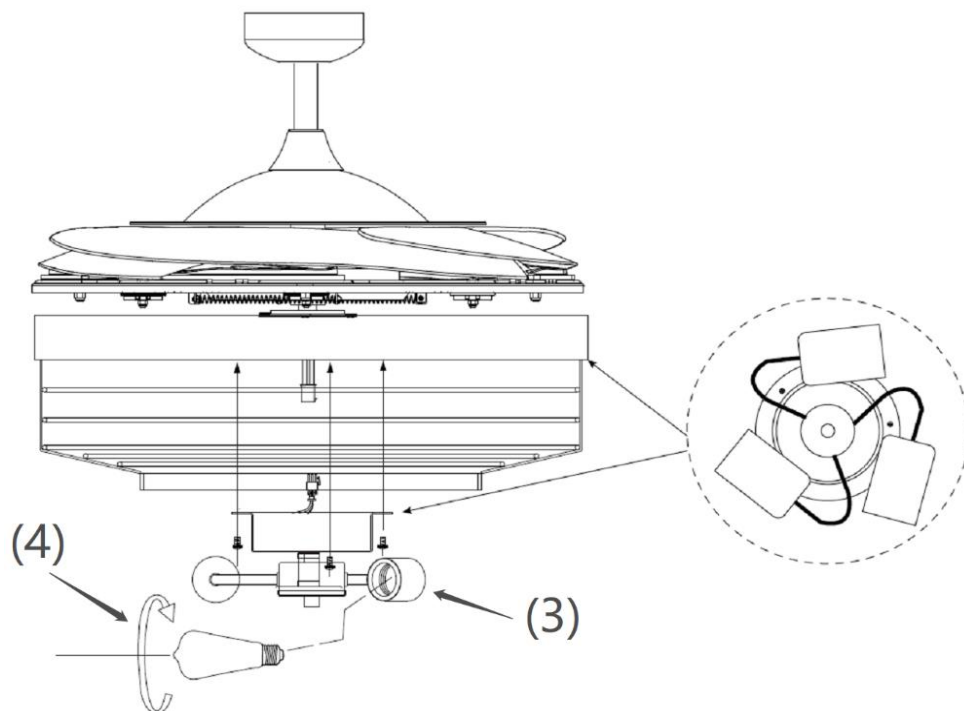

Fig. 7
INSTALACIÓN DE LA LÁMPARA (Fig. 6 y Fig. 7)
4. Conecte el conector rápido a la parte del portalámparas (3). (Fig. 7)
5. Asegure el soporte de la pantalla (3) al soporte de la lámpara apretando los 3 tornillos. No apriete en exceso.
6. Instale las bombillas (4) en el portalámparas. No exceda la potencia nominal máxima.